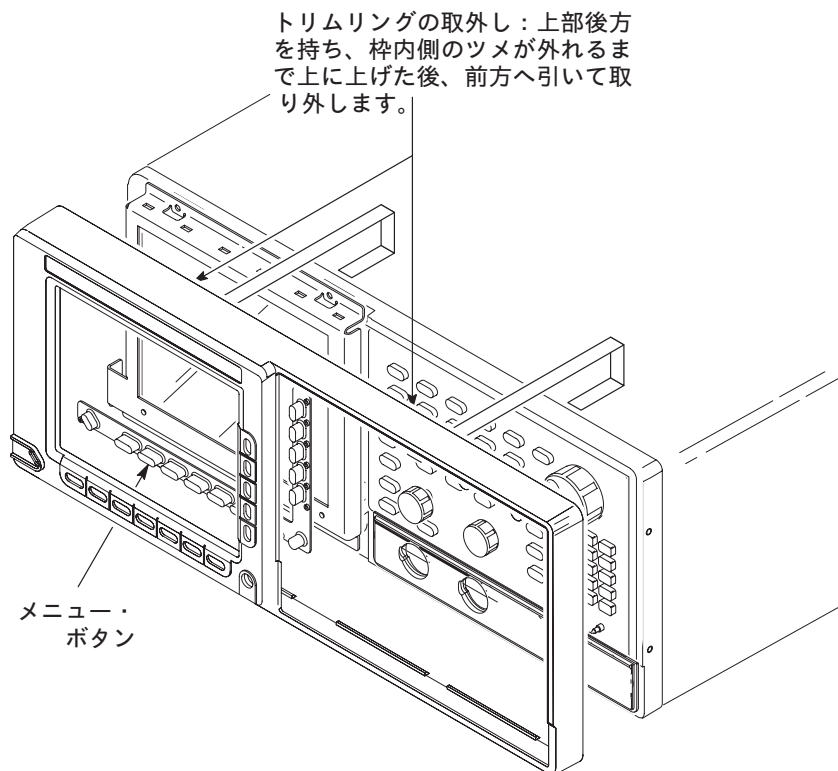

図 10-3: トリムリング（前面パネル枠）の取外し
- c. 標準前面パネル枠の取外し：枠の上側を持ち、枠内側のツメがはずれるように上に引き上げながら、前方向へ引いて枠を取り外します。取り外した枠は表面を下にして作業台に置きます。（図 10-3 参照）